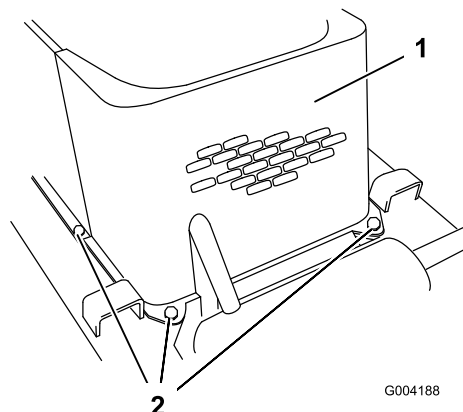

Figura 30
5. Rimuovete i 4 bulloni che fissano la griglia anteriore al telaio della motrice (Figura 30).